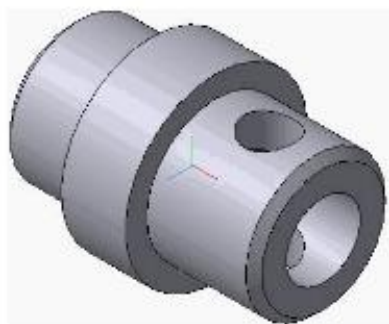

Рис. 3
25. Из панели *Вид – Отображение*  установите *Полутоновое*. Сравните результат с образцом (рис. 3).